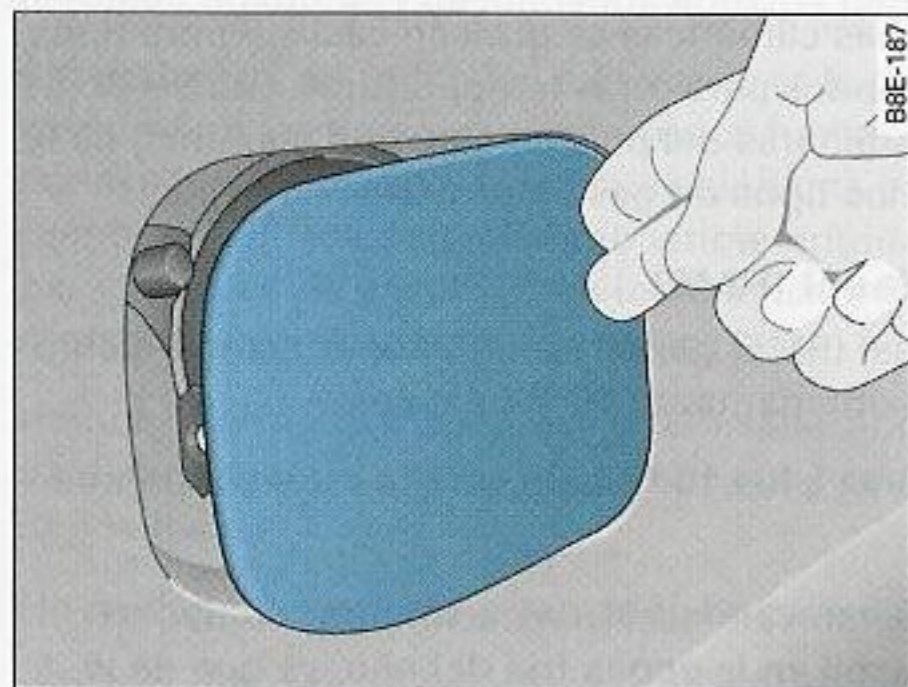

Fig. 222 Lado trasero derecho del vehículo: Apertura de la tapa del depósito
- Para abrir la tapa del depósito hay que hacer presión sobre la parte derecha de la misma ⇒ fig. 222.